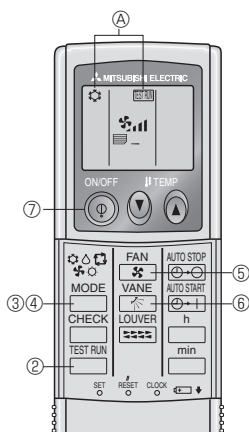

Fig. 7-2
7.2.2. Utilizar o controlo remoto sem fio (Fig. 7-2)